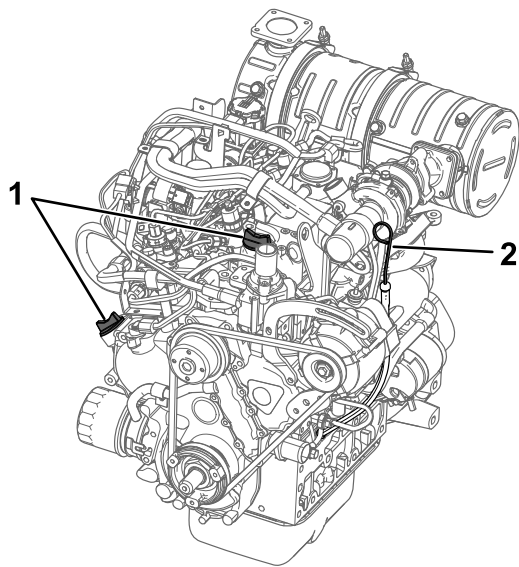

Figure 50
4. Nettoyez la surface autour de la jauge d'huile et enlevez le bouchon de remplissage (Figure 50).